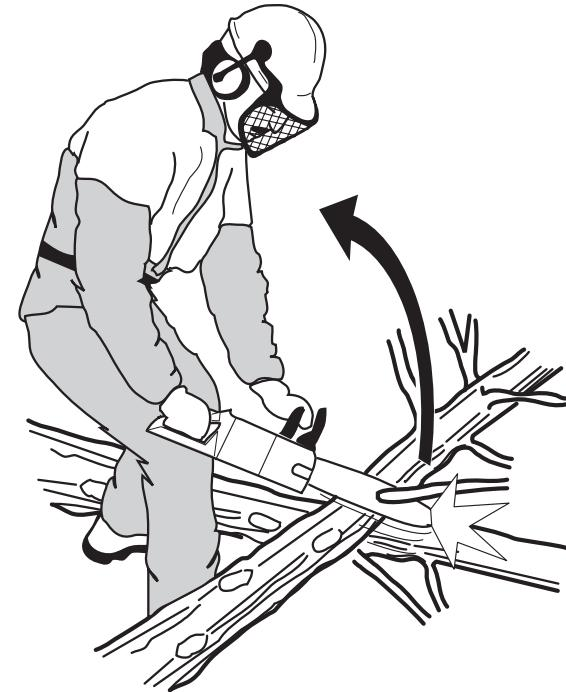

Рисунок 2 — Опасность при обрезке мелких ветвей
- Будьте особенно внимательны при обрезке мелких ветвей (см. рис. 2) и избегайте валки кустов или одновременной обрезки множества мелких веток. Мелкие ветки могут застрять в цепи пильной, вызвать сильный рысканье и привести к серьезным травмам. Мы рекомендуем ограничить диаметр дерева до длины